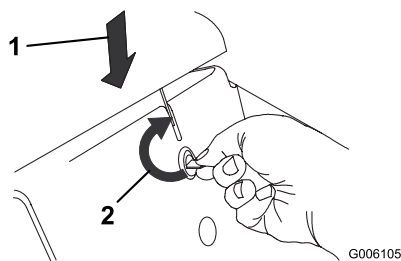

Figure 20
1. Appuyez sur le capot tout en tournant le verrou du capot dans le sens horaire à l'aide d'une pièce de monnaie ou d'un tournevis (Figure 20).